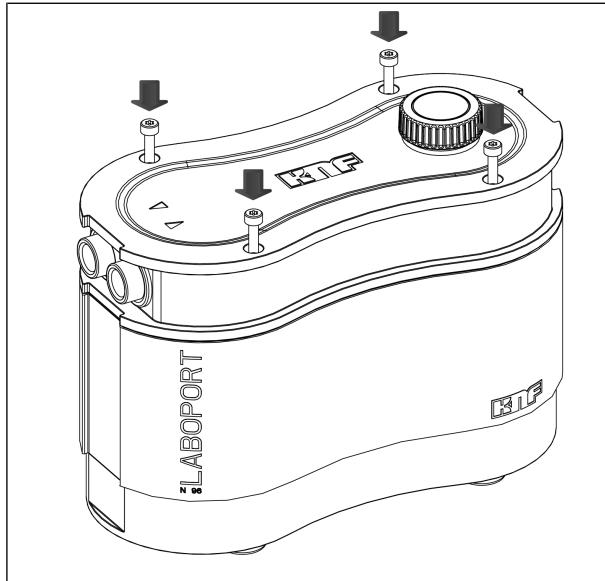

Fig. 13: Serrage des vis du carter
3. Resserrez les quatre vis de carter (1) en croix (couple de serrage : 190 à 200 Ncm) (voir Fig. 13).